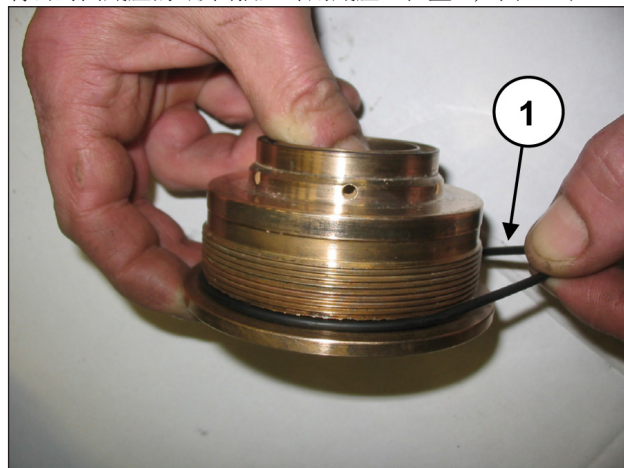

图 153
将密封圈底座的O形圈插入专用底座 (位置①, 图 153)。